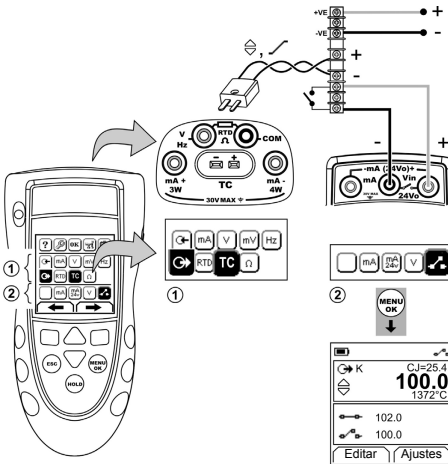

Figura 12: Ejemplo de configuración: Prueba de interruptor
1. Conecte el instrumento (Figura 12) y, si es necesario, ajuste la opción *Configurar* (Tabla 1).